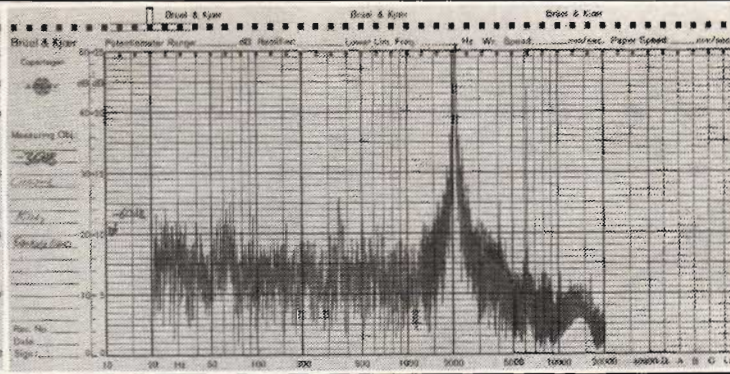

Fig 11. Modulationsbruspektrogram. Bandbredd 10Hz. Inspelad frekvens 2 kHz. 1 dB per skalstreck. Papperets övre kant motsvarar -30dB.
9. Modulationsbrusmätning enligt fig 11 utförd som smalbandsanalys. Bandbredd 10 Hz, testtonens frekvens 2 kHz.